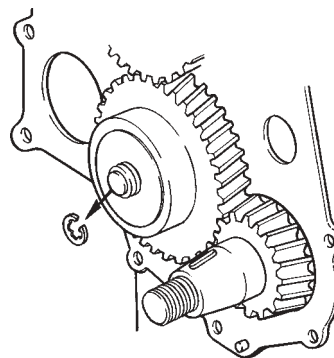

Fig. 59 Dépose du circlips pour le flasque de la pompe à huile
10. Déposer le circlips du pignon intermédiaire (figure 59). Garder la rondelle, le ressort et la cale de réglage.